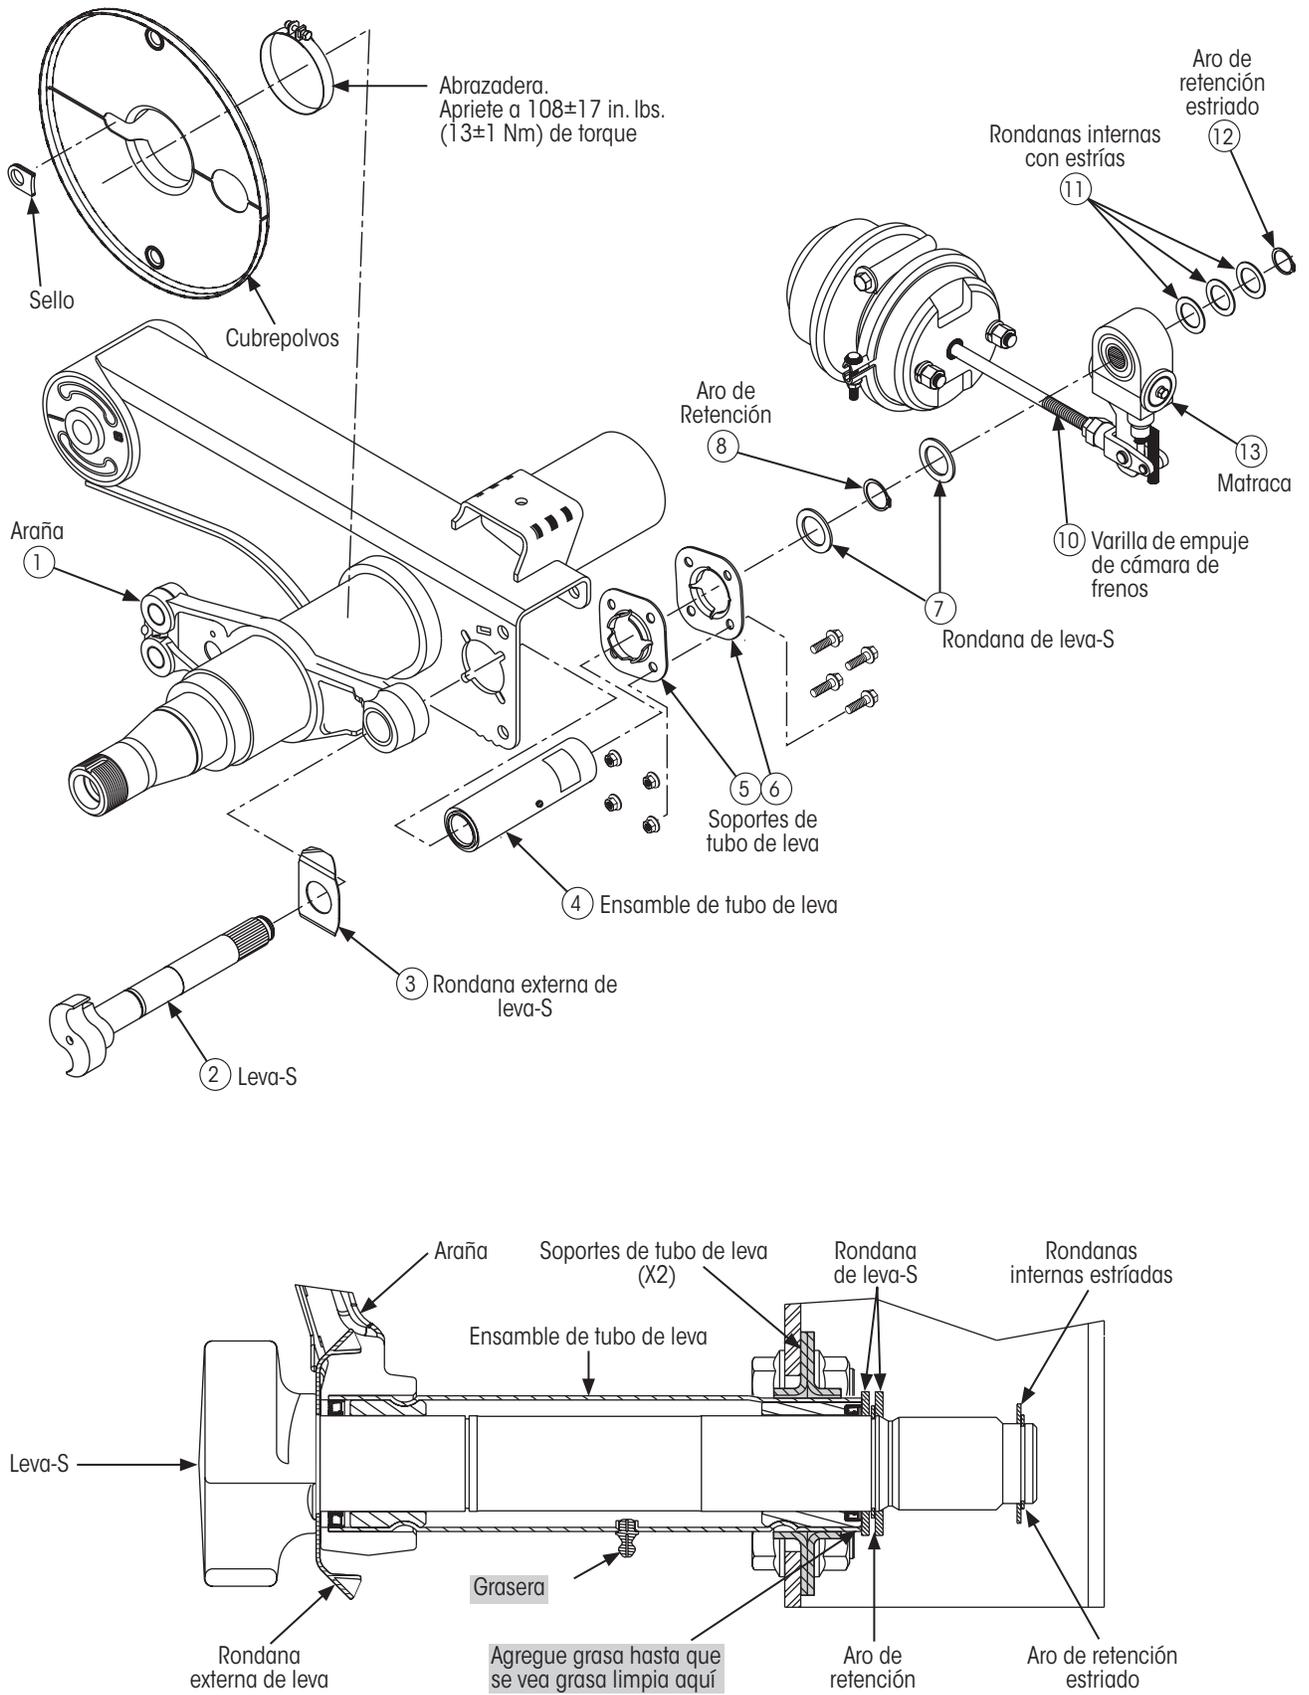
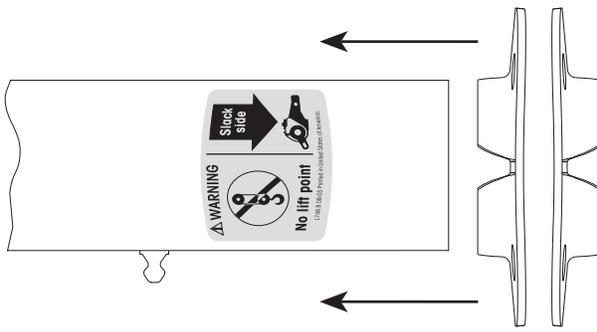

Figura 23: Identificación de partes del Sistema de Leva en Tubo™ de INTRAAX®
Figura 29: Instale los soportes a espaldas uno del otro en el tubo de leva
Consulte la Figura 23 en la página 19 para identificación de partes.
Solamente si el ensamble del tubo de leva (clave 4, Figura 23) es removido (no la leva-S), empiece con el Paso 2. Esto puede realizarse por el lado interno de la rueda sin remover el ensamble llanta/rin o el tambor de freno.
2. Usando unas pinzas, **remueva** el aro de retención estriado (clave 12, Figura 23).
3. **Remueva** las rondanas internas con estrías (clave 11, Figura 23).
4. **Desconecte** la varilla de empuje de la cámara de frenos (clave 10, Figura 23) de la matraca (clave 13, Figura 23) removiendo la chaveta y el perno de la matraca. **NO** ajuste o remueva la tuerca de seguridad de la varilla de empuje en este momento.
7. **Remueva** la rondana de la leva-S (clave 7, Figura 23).
8. Utilizando unas pinzas para aro de retención, **abra con cuidado** el aro de retención (clave 8, Figura 23) y **remuévala** de la ranura de la leva-S (clave 2, Figura 23).
9. **Remueva** la segunda rondana de la leva-S (clave 7, Figura 23).
1. **Afije** y remueva los tornillos que sujetan los soportes del tubo de la leva (claves 5 y 6, Figura 23) a la viga de la suspensión.
NOTA: En los modelos de Sistema Leva en Tubo, no es necesario quitar el ensamble de maza para instalar la leva-S. Si solo se instala un ensamble de tubo de leva (clave 4, Figura 23) (no la leva-S), se puede hacer en el lado interno de la rueda sin quitar la maza, el ensamble llanta/rin o el tambor de freno. Se suministra nueva tornillería con un nuevo ensamble de tubo de leva.
2. **Deseche** la leva-S desgastada (clave 2, Figura 23), el ensamble del tubo de leva (clave 4, Figura 23) y la tornillería.
5. **Coloque** los dos soportes del tubo de leva (claves 5 y 6, Figura 23) de espaldas (Figura 29) y **deslícelos** en el extremo del ensamble del tubo de leva hasta que hagan contacto con la viga de la suspensión.
8. **Deslice** la rondana de la leva-S (clave 7, Figura 23) en la leva-S y **asiéntela** contra el ensamble del tubo de leva.
9. Usando unas pinzas, **abra** el aro de retención (clave 8, Figura 23), y **deslícela** hasta el extremo de la leva-S.
12. **Deslice** la segunda rondana de la leva-S (clave 7, Figura 23) en la leva-S y asiéntela contra el aro de retención (clave 8, Figura 23).
- B. **Llene** el ensamble del tubo de leva con grasa EP NLGI #2 hasta que pueda verse grasa limpia purgando por el sello interno del tubo de leva (Figura 23).
15. Consulte la INSTALACIÓN DE MATRACA EN LA LEVA-S para instalar la matraca (clave 13, Figura 23). **Consulte** la Figura 23 en la página 19 para ubicar la rondana interna con estrías (clave 11, Figura 23) y el aro de retención estriado (clave 12, Figura 23)